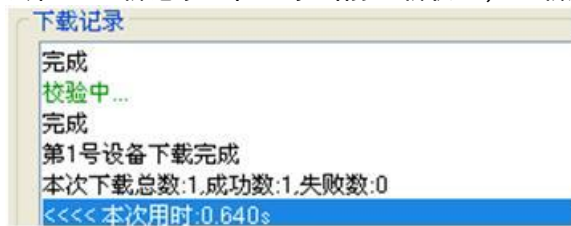

图 2.3.2 展示了“下载记录”窗口。该窗口显示了以下信息：
- 下载结束，软件会在“下载记录”栏显示当前下载状态，下载成功如图 2.3.2；